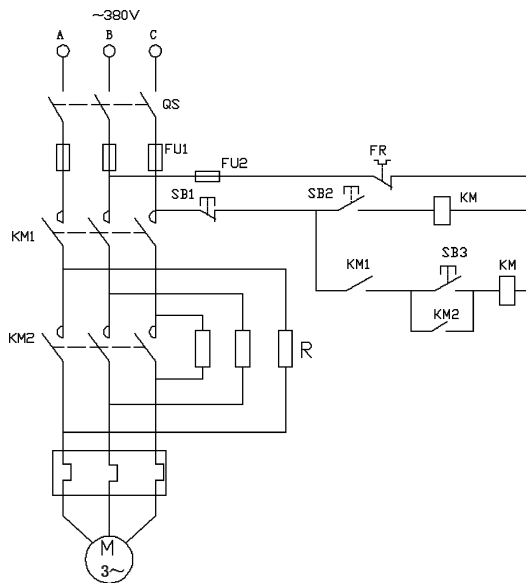

图 6-124 手动串联电阻起动控制电路图
(30) 单击“默认”选项卡“注释”面板中的“多行文字”按钮 **A**，输入电气符号代表文字，最终效果如图 6-124 所示。